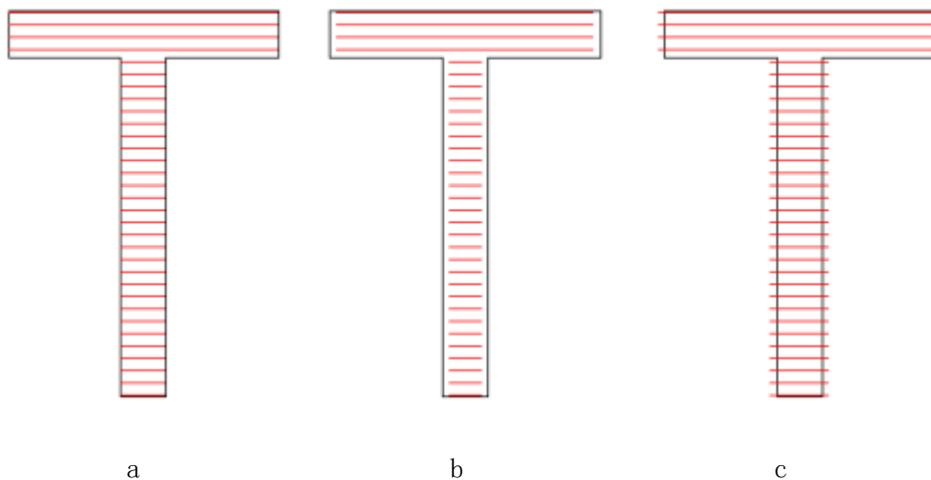

图 3-10 直线缩进示例 (a 缩进为 0; b 为 0.5; c 为 -0.5)
**直线缩进:** 指填充线两端的缩进量, 如果为正值就是缩进量, 如果为负值就是伸出量。此功能用于在加工填充图形时如果希望填充线两端与轮廓线让开一点距离的时候使用。如图 3-10 所示为直线缩进的示例填充图形。